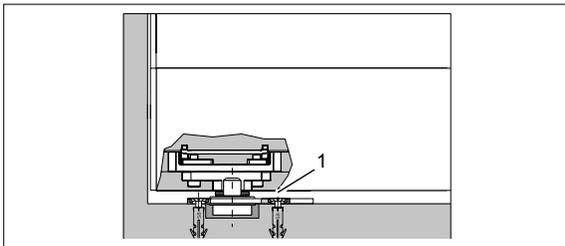

Abb. 36 Exzenterbuchse montieren
Schutzbrille tragen. An den Bohrstellen mit 25-mm-Bohrkronen 30 mm tief bohren (Abb. 36).
5. Schutzbrille tragen. Bohrungen an den Markierungen mit 8-mm-Bohrer setzen (Abb. 36). Die Bohrtiefe richtet sich nach der Dübellänge.
7. Dübel in 8-mm-Bohrungen einsetzen (Abb. 36).
8. Exzenterbuchsen in die Bohrungen einsetzen (Abb. 36/1).
10. Exzenterbuchsen mit Schrauben und Dübeln im Boden verschrauben (Abb. 36).